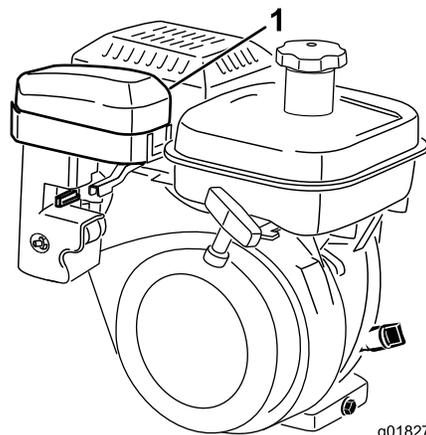
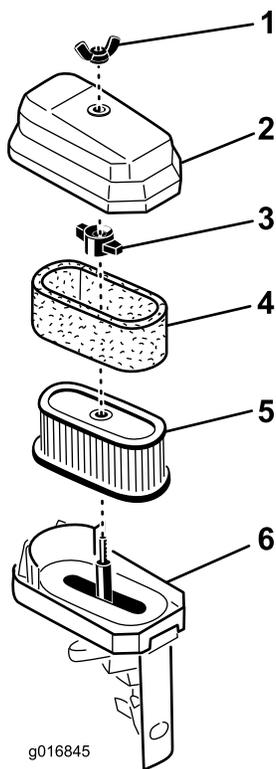

Рисунок 36
Рисунок 37
- Отверните барашковую гайку крепления крышки воздухоочистителя и снимите крышку. Тщательно очистите крышку (Рисунок 36 и Рисунок 37).
- Если элемент из пеноматериала загрязнен, извлеките его из бумажного элемента (Рисунок 37). Тщательно очистите его.